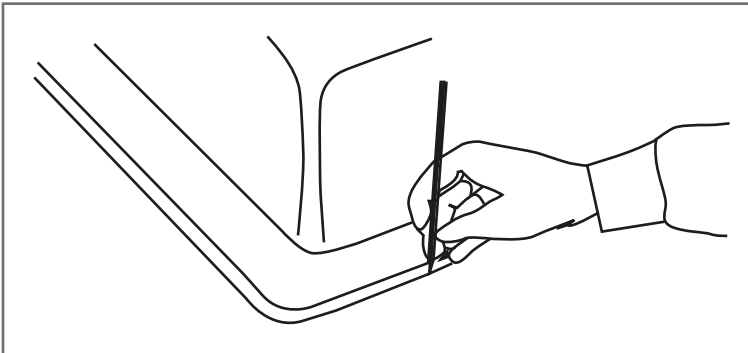

Figura 1.
1. Coloque el fregadero boca abajo en la superficie. Coloque el fregadero en la posición exacta para la instalación y delinee con un lápiz alrededor del fregadero. (Figura 1)